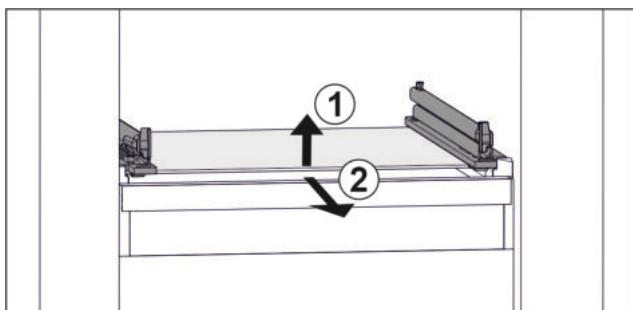

Fig. 30 Примерно изображение на стъклената плоча
- Повдигнете стъклената плоча отпред. Fig. 30 (1)
- Извадете стъклената плоча напред. Fig. 30 (2)